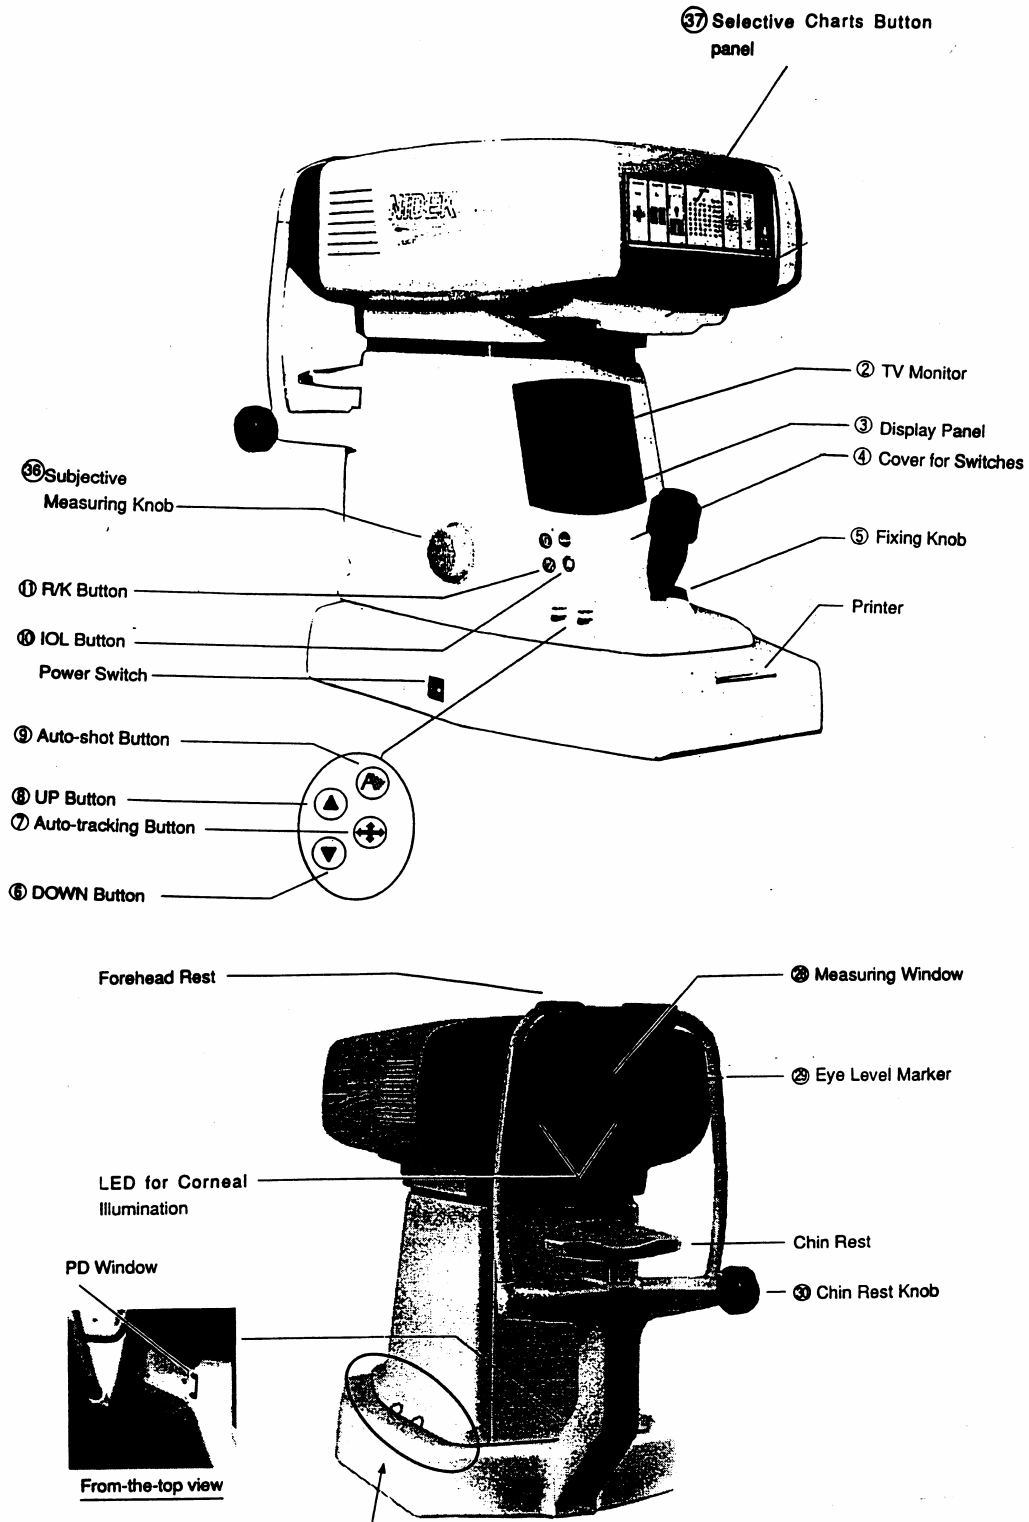

Figure 3-4. Autorefractor ARK-760A
- Nidek Autorefractor ARK-760A (Figure 3-4)